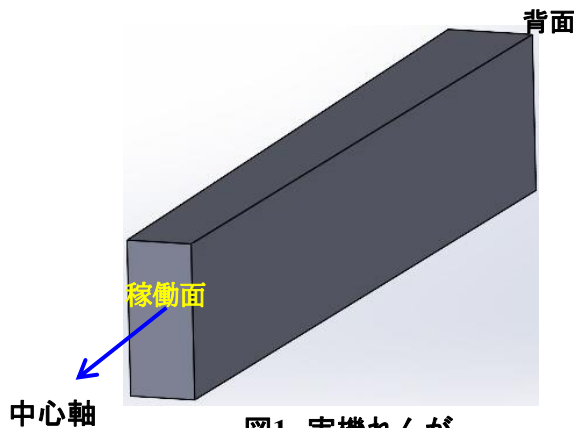

図1 実機れんが
- ・計算用のモデルは、対称性を利用して、実機れんがの1/4とした。(図1)